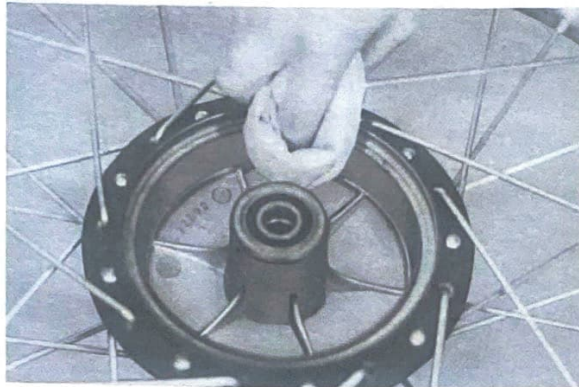

Fig. 13
6. Wipe off any dust on the brake shoe linings and drum with a clean cloth. (Fig. 13)
6. Avec un chiffon propre, essuyer soigneusement les garnitures et le tambour de frein. (Fig. 13)